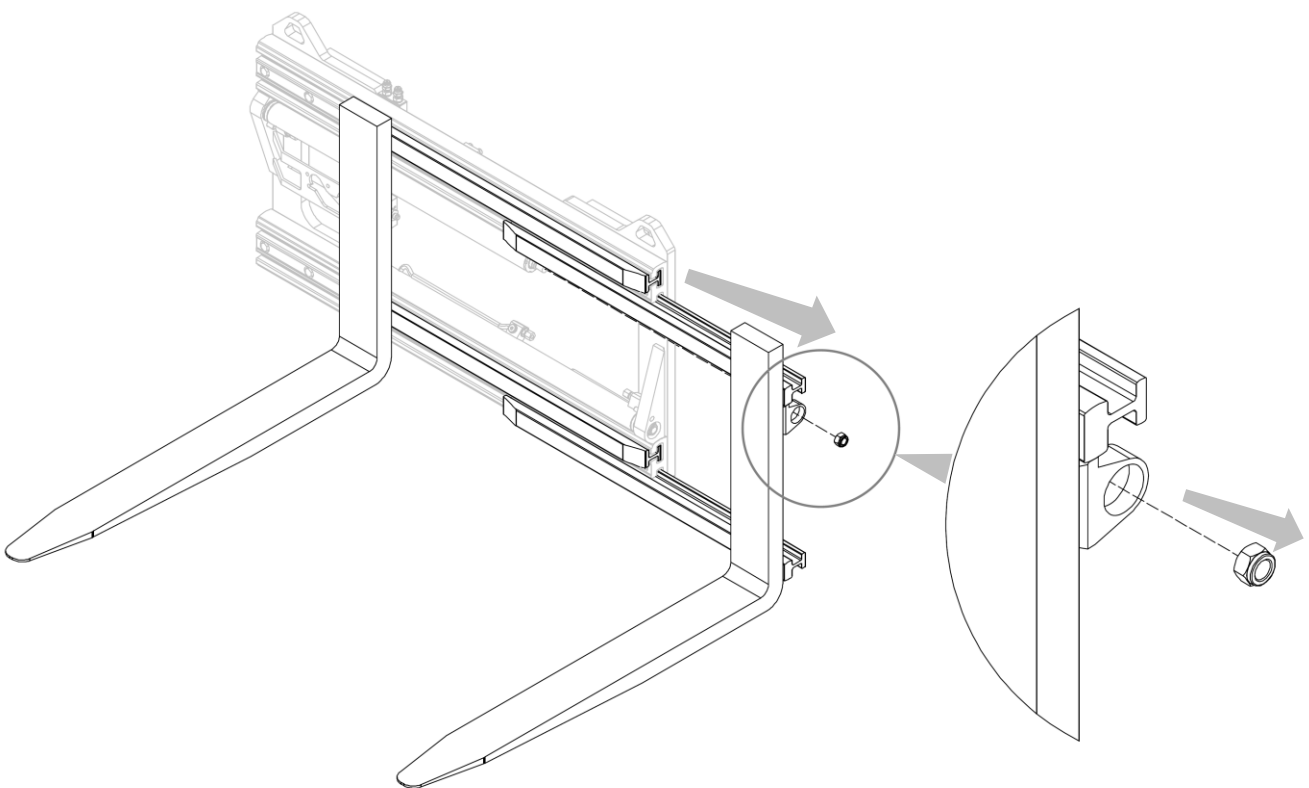

Figura 22
2. Rimuovere le forcelle con le forche dopo aver svitato i relativi dadi che le vincolano ai cilindri (vedi *Figura 22*).